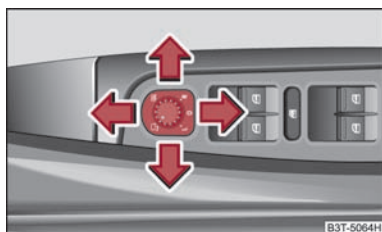

Abb. 68 Türinnenteil: Drehknopf
- Stellen Sie den Drehknopf in die Position  ⇒ Abb. 68.
Wenn der Drehknopf in Position **R** ⇒ Abb. 68 steht und der Rückwärtsgang eingelegt wird, kippt die Spiegelfläche etwas nach unten. Dadurch wird beim Einparken die Sicht zur Bordsteinkante ermöglicht.